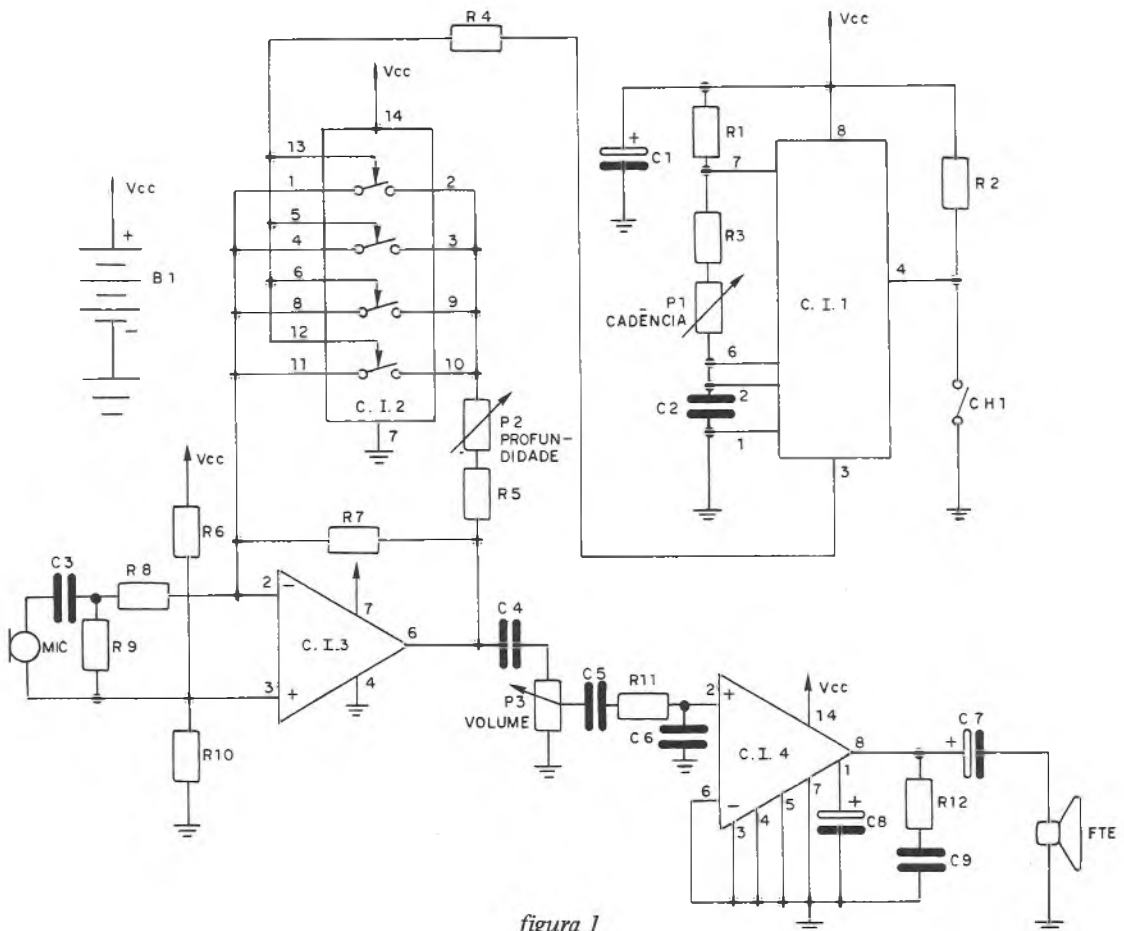

figura 1
Pela figura 1 concluímos que o circuito nada tem de complexo, até pelo contrário! Ele é deveras simples, ainda que nesse diagrama não tenhamos fornecido o esquema da fonte de alimentação, representada pela bateria B1.
C. I. 1, figura 1, é o nosso "velho amigo" 555 funcionando como um multivibrador astável, cuja frequência de oscilação é fun-